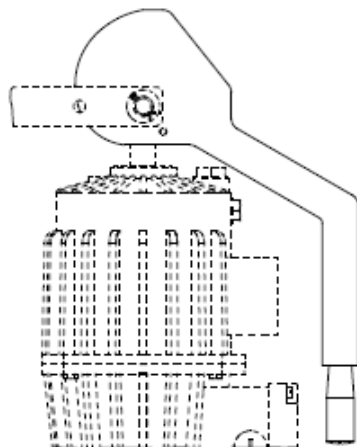

Bild 8.12
8.6 Option Handlüftung (LS)
Der optionale Handlüftungshebel (LS) dient dazu, die Kolbenstange im stromlosen Zustand manuell auszufahren (Bremsen ist jetzt geöffnet). Drehen Sie den Handentriegelungshebel um 180° (Bremsen ist jetzt geöffnet). Für einen ordnungsgemäßen Betrieb muss der Handlüftungshebel wieder in die Arbeitsposition zurückgedreht werden siehe dazu auch Bild 8.12.